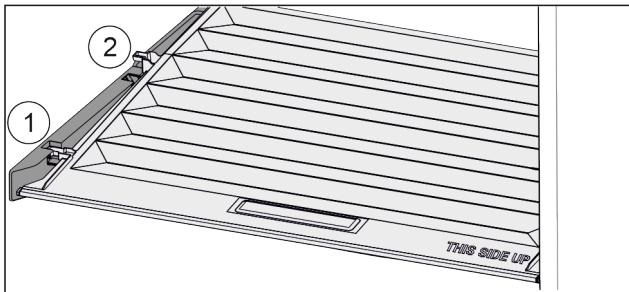

Fig. 142
- Trageți capacul în față Fig. 142 (1) până la orificiul din piesele suportului.
- Ridicați în spate de jos și scoateți Fig. 142 (2) în sus.